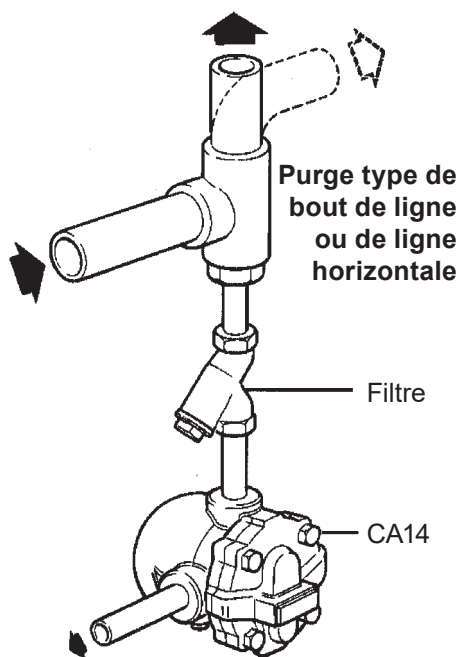

Fig. 5
Le purgeur doit être monté sur une tuyauterie horizontale, avec l'entrée sur le dessus afin que le flotteur puisse monter et descendre librement dans un plan vertical. Des installations typiques sont représentées sur les figures 5, 6 et 7.
**Nota : La fig. 5 montre une installation sans tube d'équilibre.**